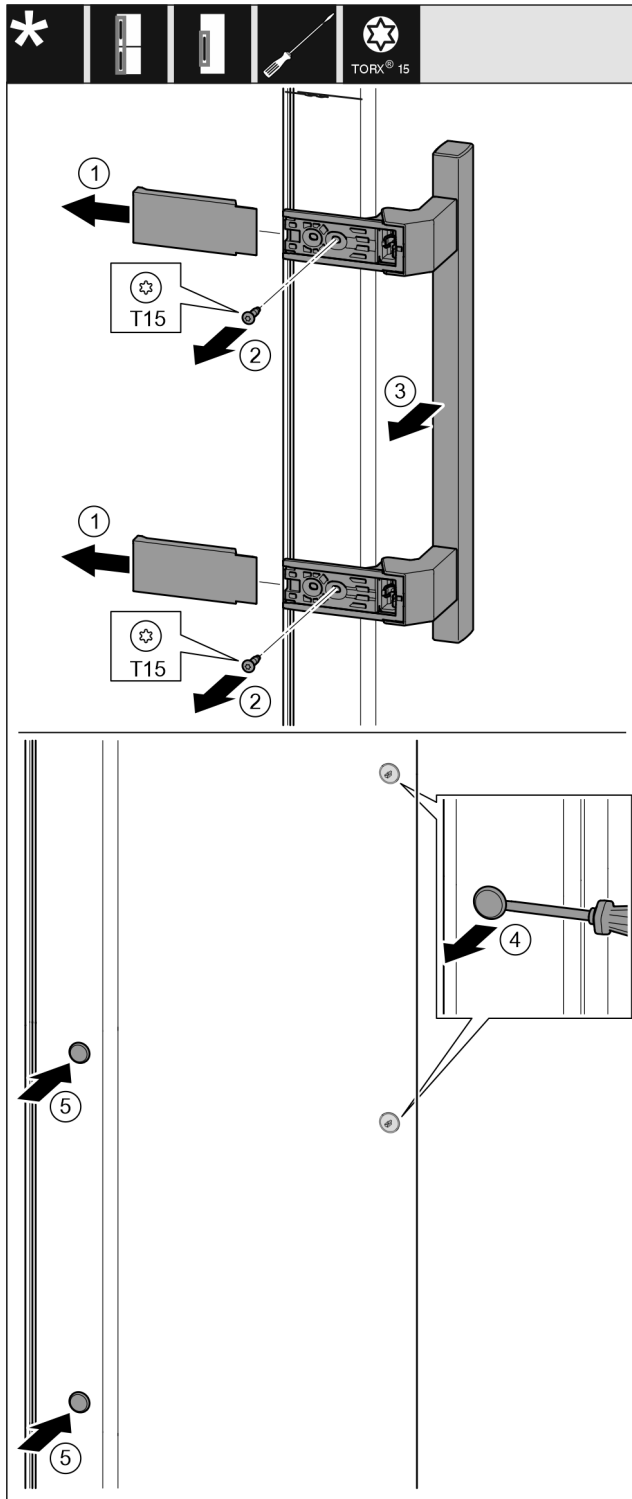

Fig. 14
- Abdeckung abziehen. Fig. 14 (1)
- Schrauben mit Schraubendreher T15 herausdrehen. Fig. 14 (2)
- Griff abnehmen. Fig. 14 (3)
- Seitlichen Stopfen vorsichtig mit einem Schlitzschraubendreher anheben und herausziehen. Fig. 14 (4)
- Stopfen auf der anderen Seite wieder einsetzen. Fig. 14 (5)